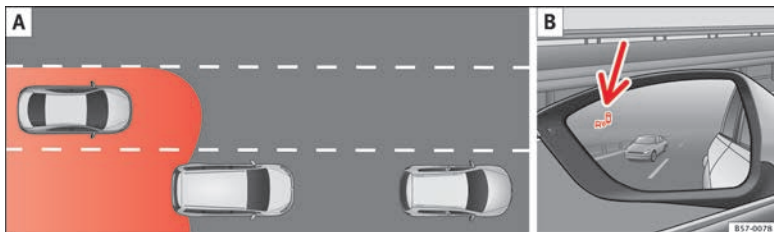

Abb. 203 Schematische Darstellung: **A** Überholvorgang mit Verkehr im hinteren Bereich. **B** Anzeige des Blind-Spot-Assistenten im Außenspiegel links.
außen nicht sichtbar»» **Abb. 202**. Die Sensoren erfassen den Bereich des toten Winkels, sowie den hinter dem Fahrzeug erzeugten Verkehr»» **Abb. 203**, »» **Abb. 204**. Die Seitenbereiche umfassen etwas über eine Fahrbahnbreite.
In nachfolgenden Situation wird die Anzeige im Außenspiegel »» **Abb. 203** **B** (Pfeil) oder »» **Abb. 204** **B** (Pfeil) dargestellt:
- Bei einer Überholung durch ein anderes Fahrzeug »» **Abb. 203** **A**.